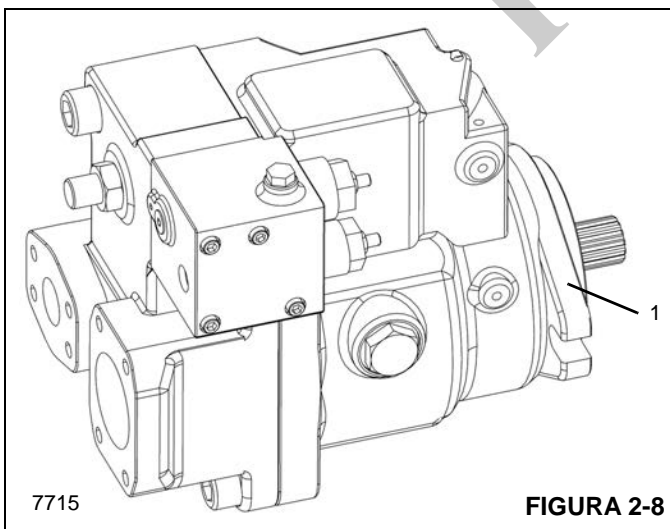

FIGURA 2-8
3. Emperne la bomba (1, Figura 2-8) a la TDF con la brida de montaje de la bomba.